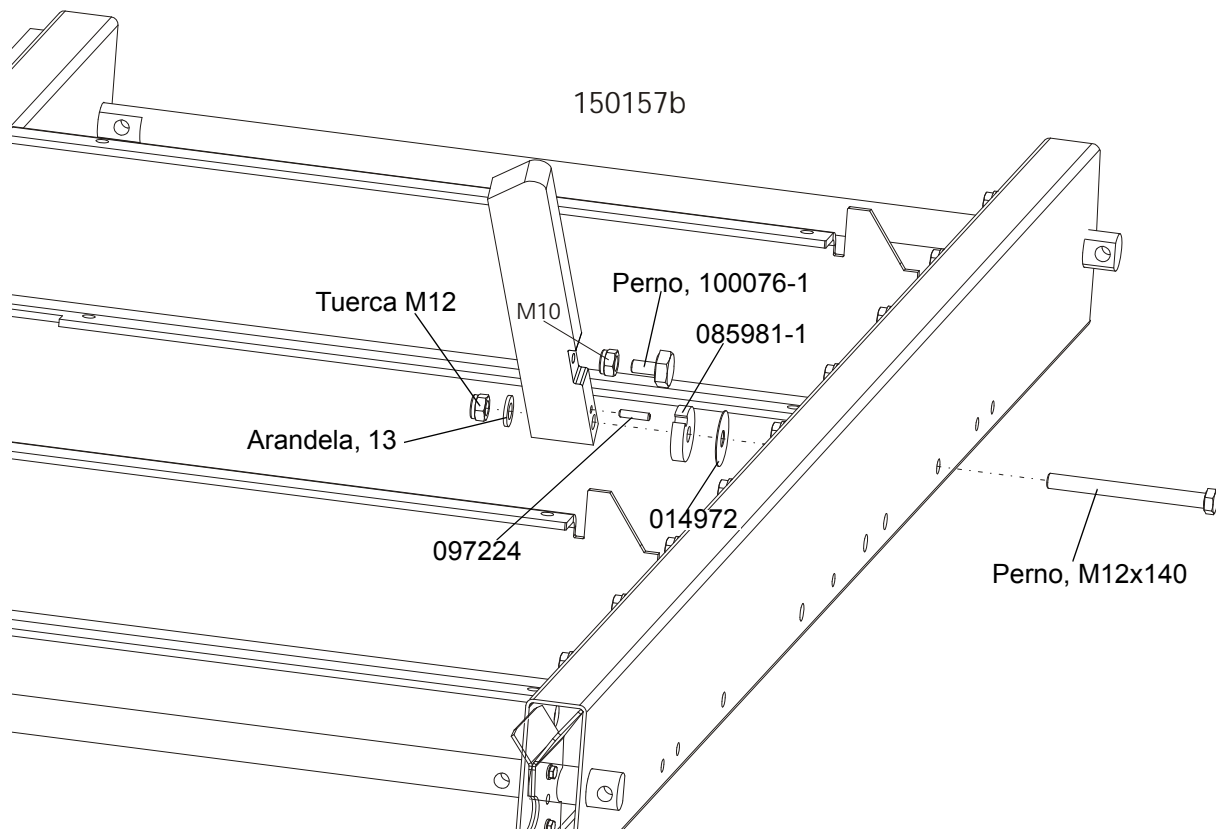

FIGURA 3-8
9. Instale los soportes laterales de troncos como indica la Figura 3-8. Apriete las tuercas de manera que los soportes laterales puedan moverse con poca resistencia. Ajuste los soportes laterales. Véase la sección 6.11 del manual del operador del aserradero LT15.
Ve la Figura 3-8.